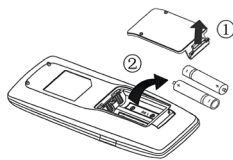

Рисунок 1
- Поднимите крышку в направлении стрелки (см. рис. 1).
- Замените изначальные батарейки (см. рис. 1).